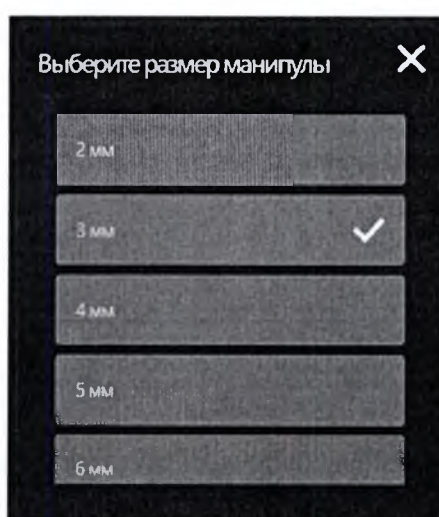

Рис. 5.38 – Выбор диаметра манипулы.
5.9.7 С помощью кнопки  осуществляется выбор диаметра манипулы и происходит пересчет мощности излучения для соответствующего диаметра (рис. 5.38).